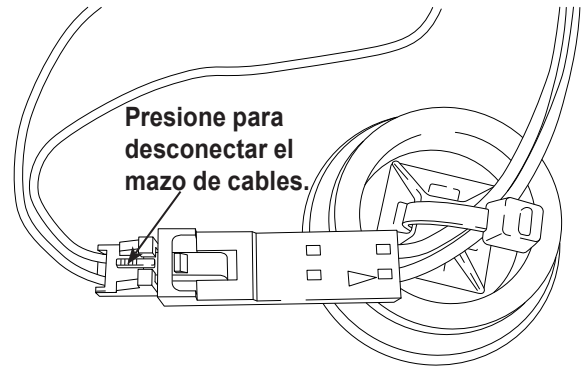

Figura 15
7. Mueva la tapa y el arnés a un lado. Sostenga el cable del sensor y utilice un destornillador de punta plana para desenroscar y extraer el sensor de oxígeno. Vea la Figura 15.